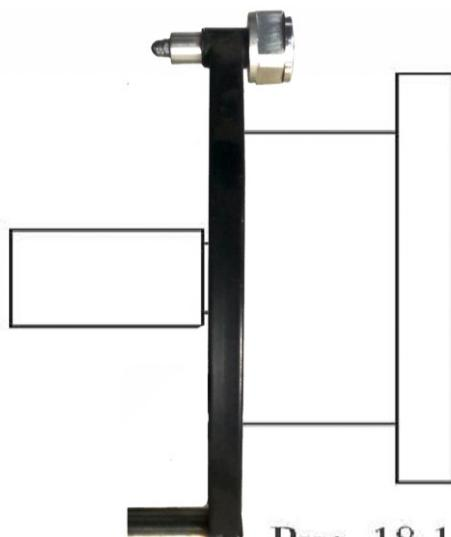
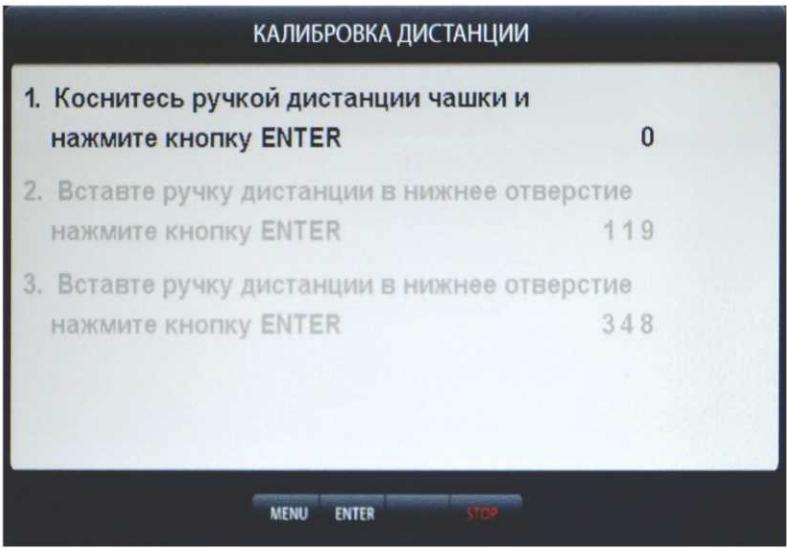

Рис. 18.1
рис.18.3
18.1.1. Калибровка тракта измерения дистанции. Для оценки погрешности устройства ввода дистанции выдвиньте штангу ввода параметров и уприте внешнюю боковую сторону её рукоятки в задний торец фланца вала, как показано на рис. 18.1. При этом на экране ввода геометрических параметров (см. рис.10.2) появится величина дистанции. Если величина дистанции не равна 185 ± 5 мм, то устройство ввода дистанции требует калибровки.
КАЛИБРОВКА ДИСТАНЦИИ рис.18.3. Выдвиньте штангу ввода параметров, уприте внешнюю боковую сторону её рукоятки в задний торец фланца вала, как показано на рис. 18.1 и нажмите кнопку «ENTER». В окне КАЛИБРОВКА ДИСТАНЦИИ выделится второй пункт: «2. Вставьте ручку дистанции в нижнее отверстие, нажмите кнопку «ENTER»